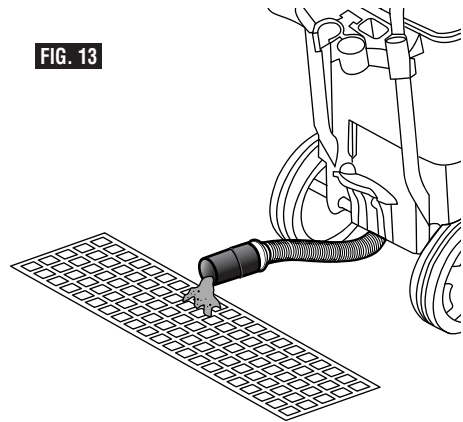

FIG. 13
4. Détachez le tuyau de vidange de la position de rangement sur l'aspirateur et posez le tuyau sur le sol (Fig. 13).